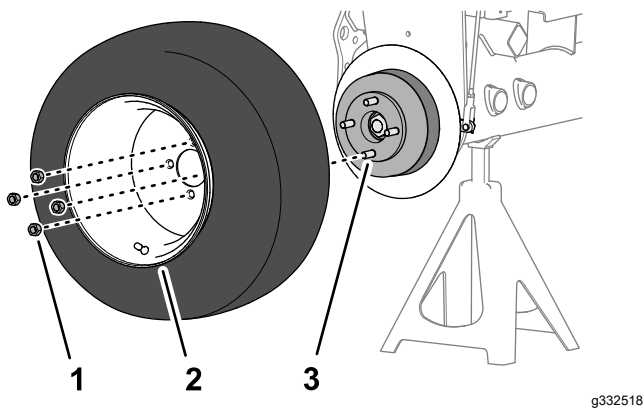

図 62
1. 前輪をハブに固定しているラグナット4個を外して前輪を取り外す 図 62。